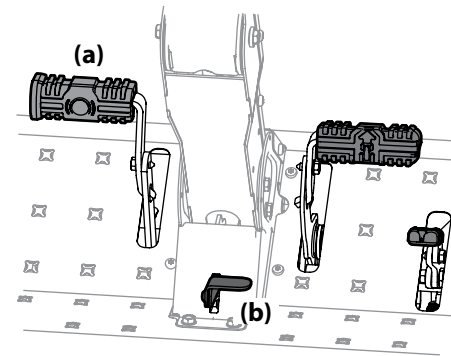

Figura 3-1
3. Ponga el freno de mano oprimiendo hacia adelante el pedal de freno (a), luego oprima la palanca de control de crucero/freno de mano (b) y posteriormente suelte el pedal del freno (a). Consulte la Figura 3-1.